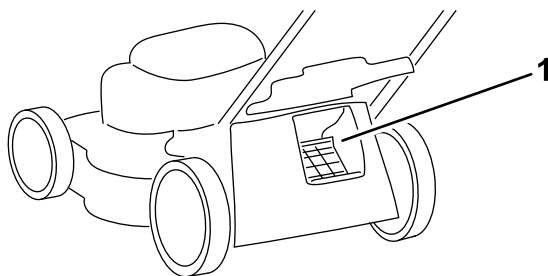

Figure 21
**Important:** Pour que le ramassage s'effectue correctement, coupez le moteur, attendez l'arrêt de toutes les pièces mobiles et enlevez les déchets d'herbe ou autres qui se trouvent sur le volet de ramassage sur demande et l'ouverture (Figure 21) avant de changer la position du levier de ramassage sur demande.